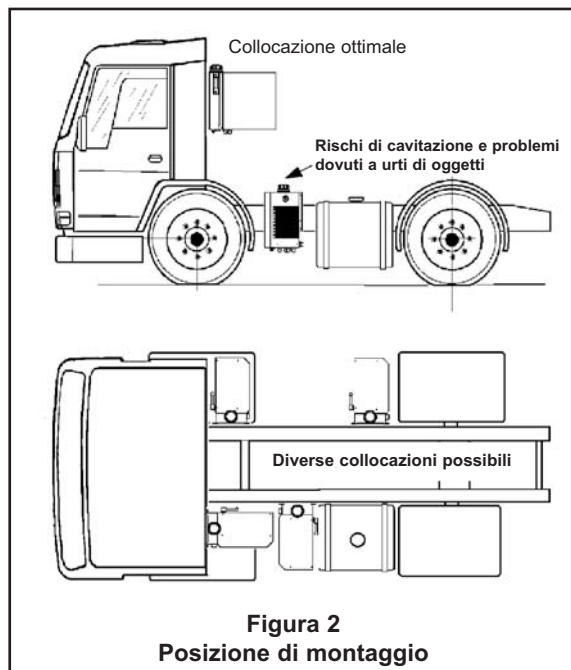

Figura 2
3. Non montare l'HYDRIVE in prossimità delle ruote, per evitare urti di oggetti provenienti dalla strada e proteggere il radiatore dall'impatto di detriti, sassolini, ecc... (vedi Figura 2).